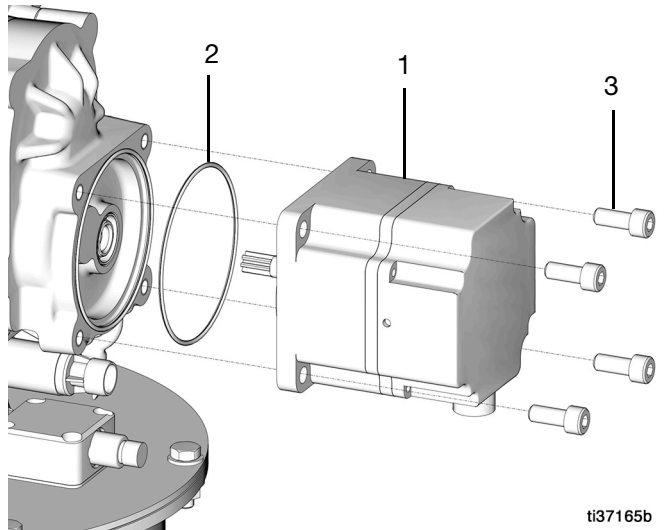

FIG. 72
32. Placez le joint torique (2) et fixez le moteur (1) à la pompe avec les quatre boulons (3) (couple 14,9 N•m) (FIG. 72).